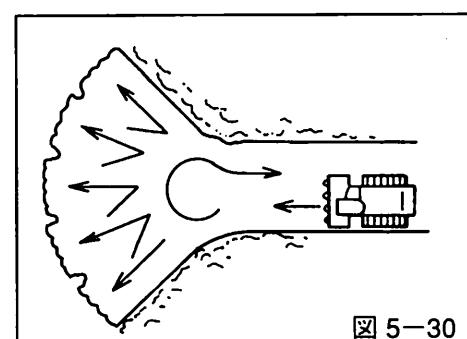

図 5-30
- 旋回時には雪の抵抗が大きく、難しい場合があります。前進・後進を繰り返しながら旋回する場所を作り、旋回させます。(図5-30参照)